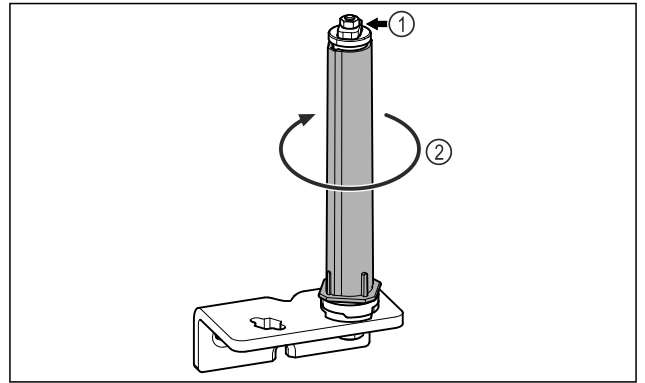

Fig. 21
- Ne pas démonter le système de fermeture de la porte Fig. 21 (1).
- Faire tourner le système de fermeture Fig. 21 (2) jusqu'à entendre un clic.